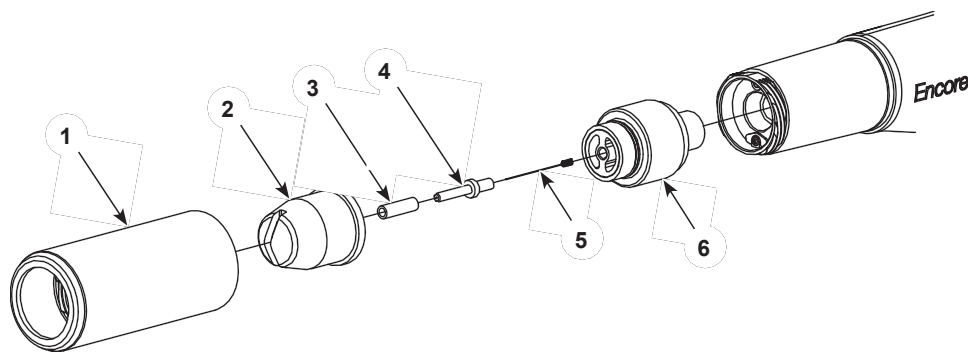

Figura 9 Pulizia di un ugello a spruzzo piatto/angolare
1. Vedere la figura 9. Svitare il dado dell'ugello (1) in senso antiorario
2. Estrarre il dado dell'ugello (1) e l'ugello (2) dalla pistola a spruzzo. Rimuovere l'ugello dal dado e pulire entrambi con aria compressa a bassa pressione e panni puliti. Sostituire se usurati o danneggiati.
4. Controllare il manicotto di usura (3) e il supporto dell'elettrodo (4). Se uno dei due è usurato o danneggiato, sostituirli con il kit portatelepoli a spruzzo piatto.
- a. Svitare il supporto dell'elettrodo e il manicotto dal gruppo di supporto dell'elettrodo (6).
- b. Installare il nuovo manicotto (3) sul nuovo supporto elettrodo (4).
- c. Installare l'elettrodo (5) nel nuovo supporto, quindi avvitare il supporto nel gruppo di supporto dell'elettrodo (6).
6. Installare l'ugello (2) sul supporto dell'elettrodo (4), quindi avvitare il dado dell'ugello (1) sul corpo della pistola a spruzzo in senso orario fino a serrarlo a mano.